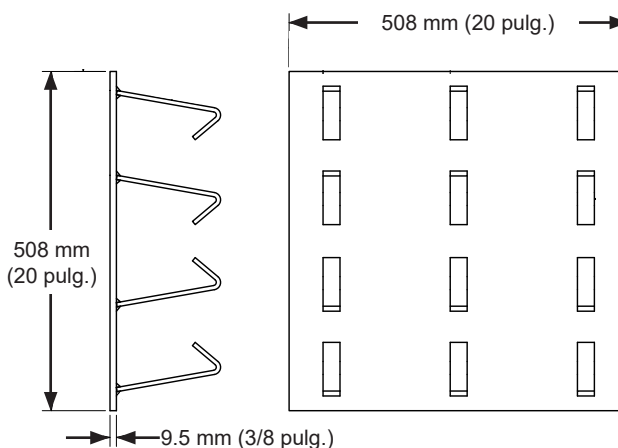

Figura 9
- **Método de empotramiento en pared (n.º de pieza 7953-0119, Figura 9)**